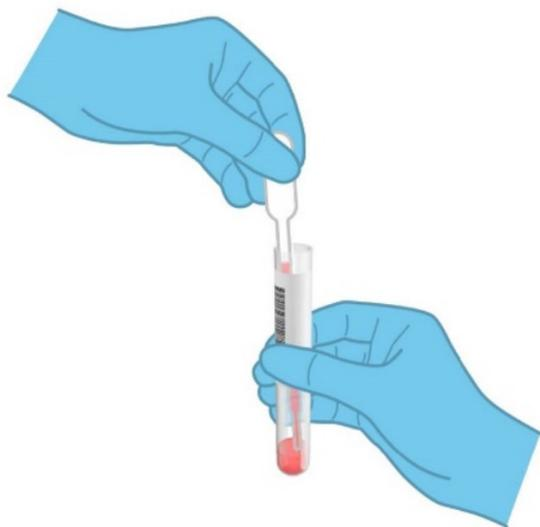

Figure 40. Aspiration de l'échantillon dans la pipette de transfert fournie.
- Ouvrez le tube contenant l'échantillon à tester. Utilisez la pipette de transfert fournie pour aspirer le liquide jusqu'au troisième repère de remplissage de la pipette (c.-à-d. 300 μ l) (figure 40).